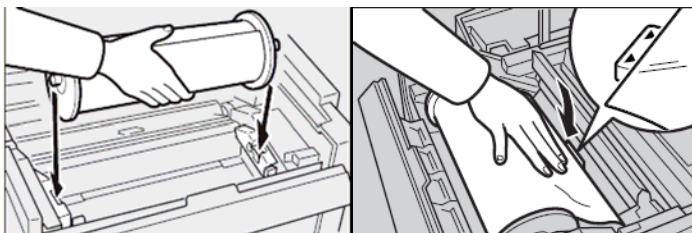

图 5-27 安装新版纸卷
③ 新版纸卷必须安装到正确位置，对齐版纸卷的前缘，并拉紧松弛的版纸，如图 5-27 所示。